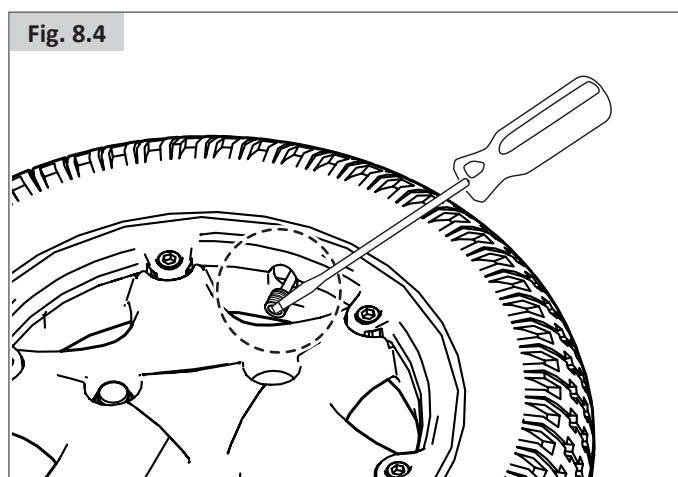

Fig. 8.4
- Verwijder de ventieldop en laat de lucht ontsnappen door rustig met een kleine schroevendraaier op het ventiel te drukken, (Fig. 8.4).